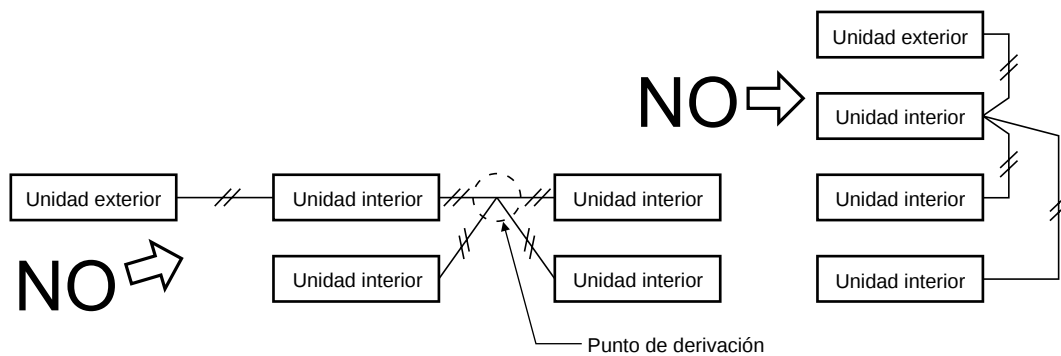

Fig. 5-2
- (3) No instale los cables de control entre unidades con conexiones de derivación en estrella. Las conexiones de derivación en estrella causan fallos de ajuste de la dirección. (Fig. 5-2)